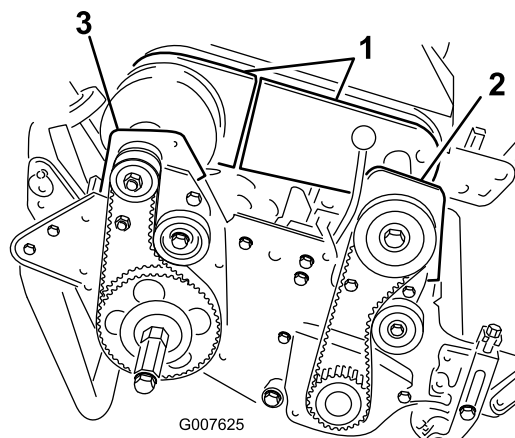

Figura 35
- Retire los pernos que sujetan las secciones delantera y trasera de la cubierta del diferencial al alojamiento del diferencial, y separe las secciones para dejar expuesta la correa (Figura 35).
6. Retire los 2 pernos y contratuercas que sujetan el alojamiento delantero del embrague a la chapa lateral (Figura 35).
8. Retire los 2 pernos y contratuercas que sujetan el alojamiento del cojinete trasero derecho a la chapa lateral (Figura 35).